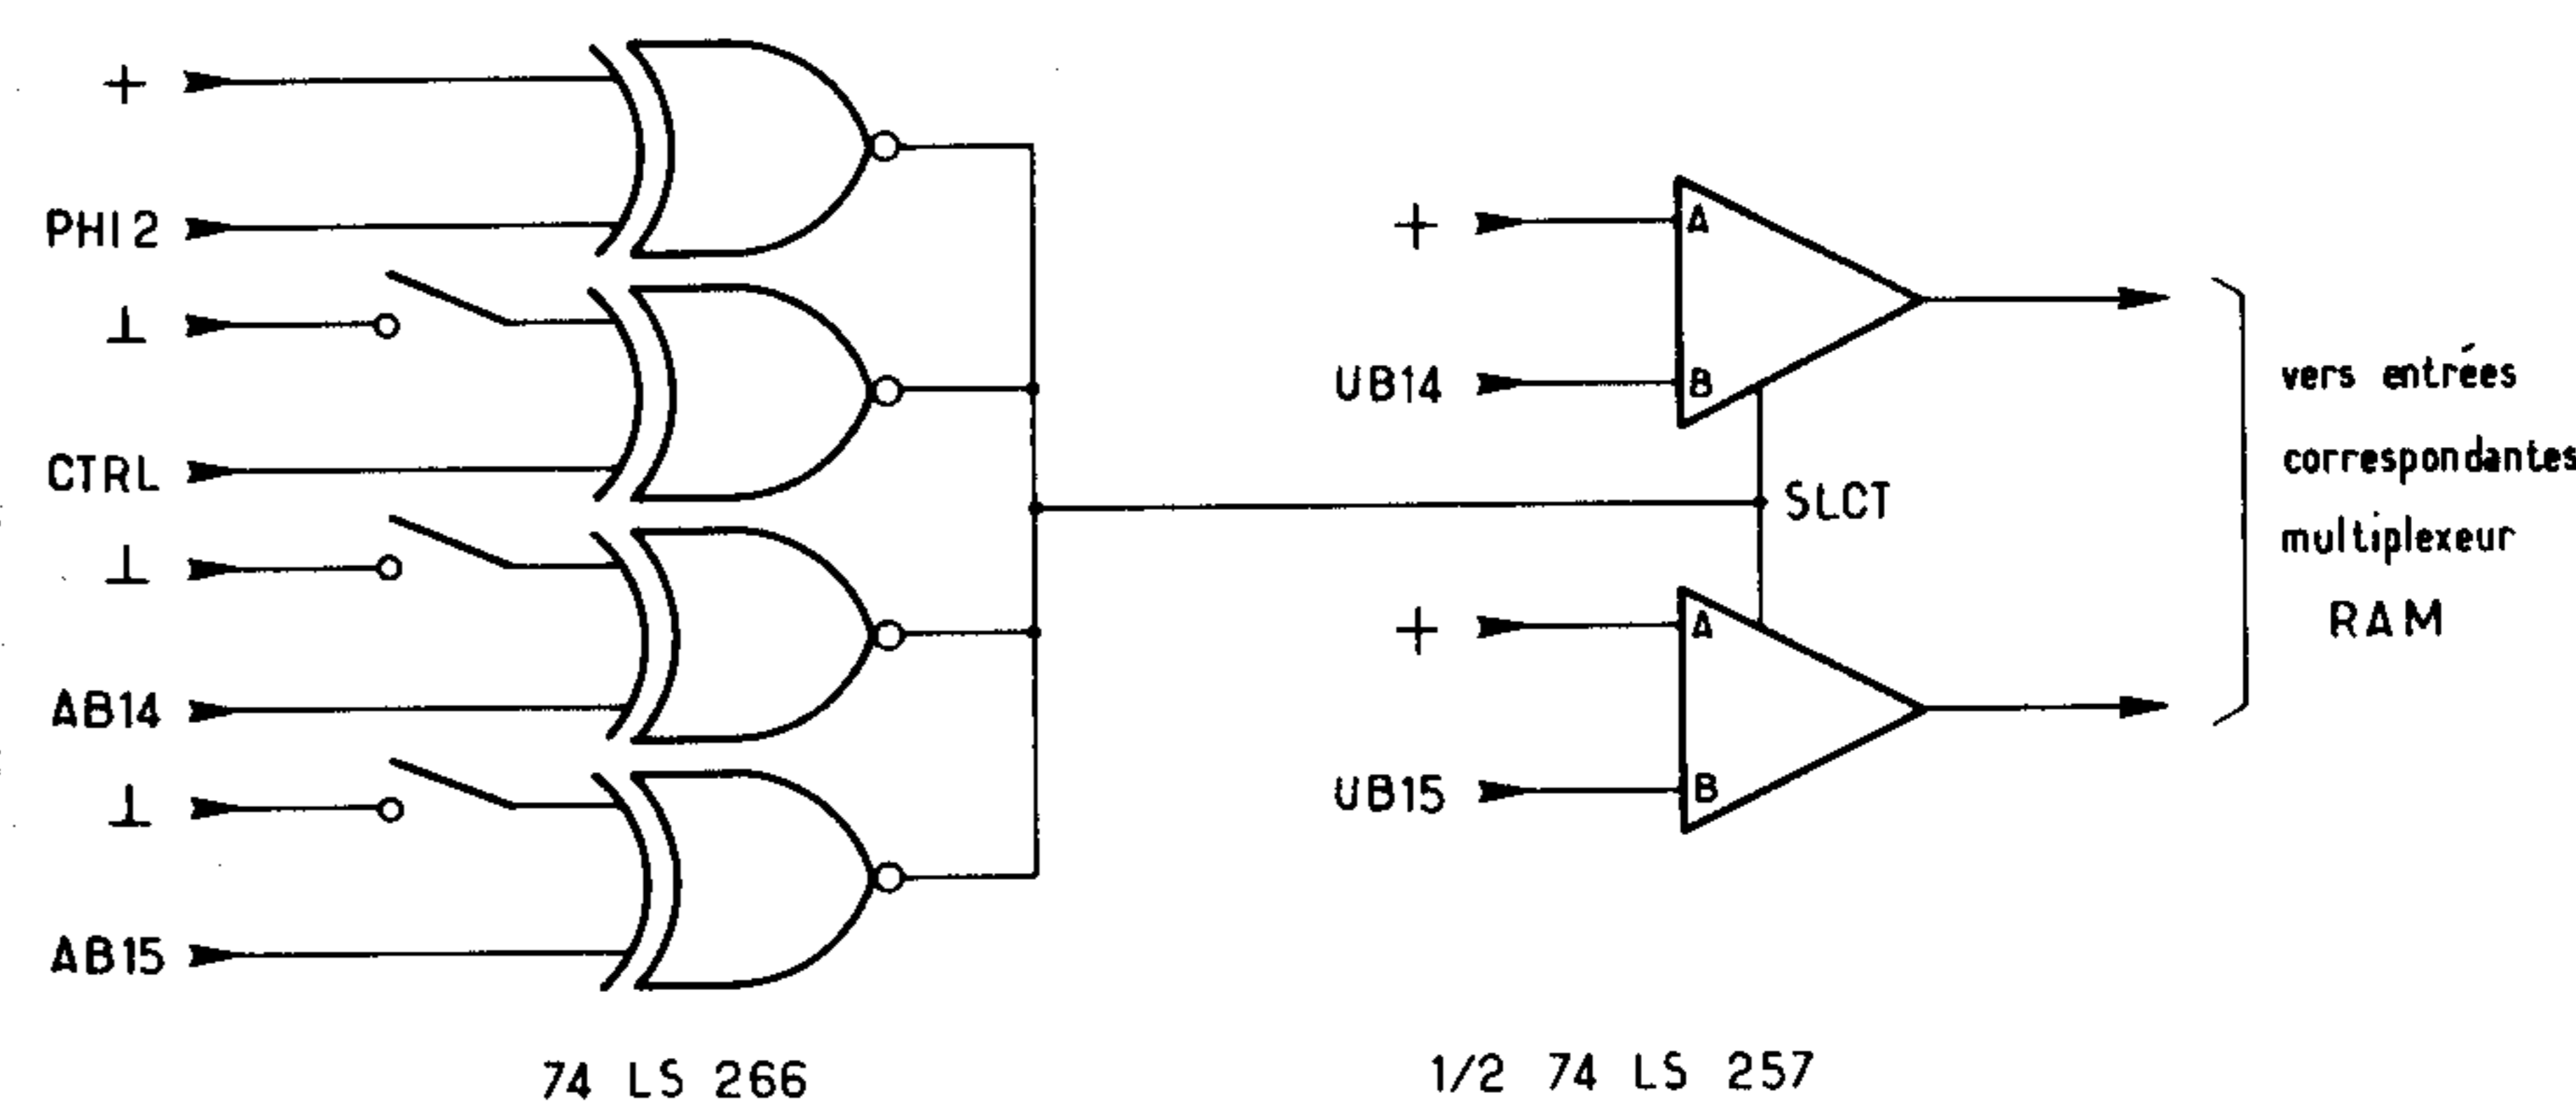

Fig. 13
- Le montage de la figure 13 est dérivé du KGB. Le décodage des adresses 14 et 15 permet de placer le bloc 3 de RAM à l'emplacement du bloc 0, 1 ou 2 selon les presets et l'état du signal de commande. On peut ainsi, manuellement et théoriquement, permuter ces blocs de RAM. Nous n'insisterons pas non plus sur les multiples applications possibles.